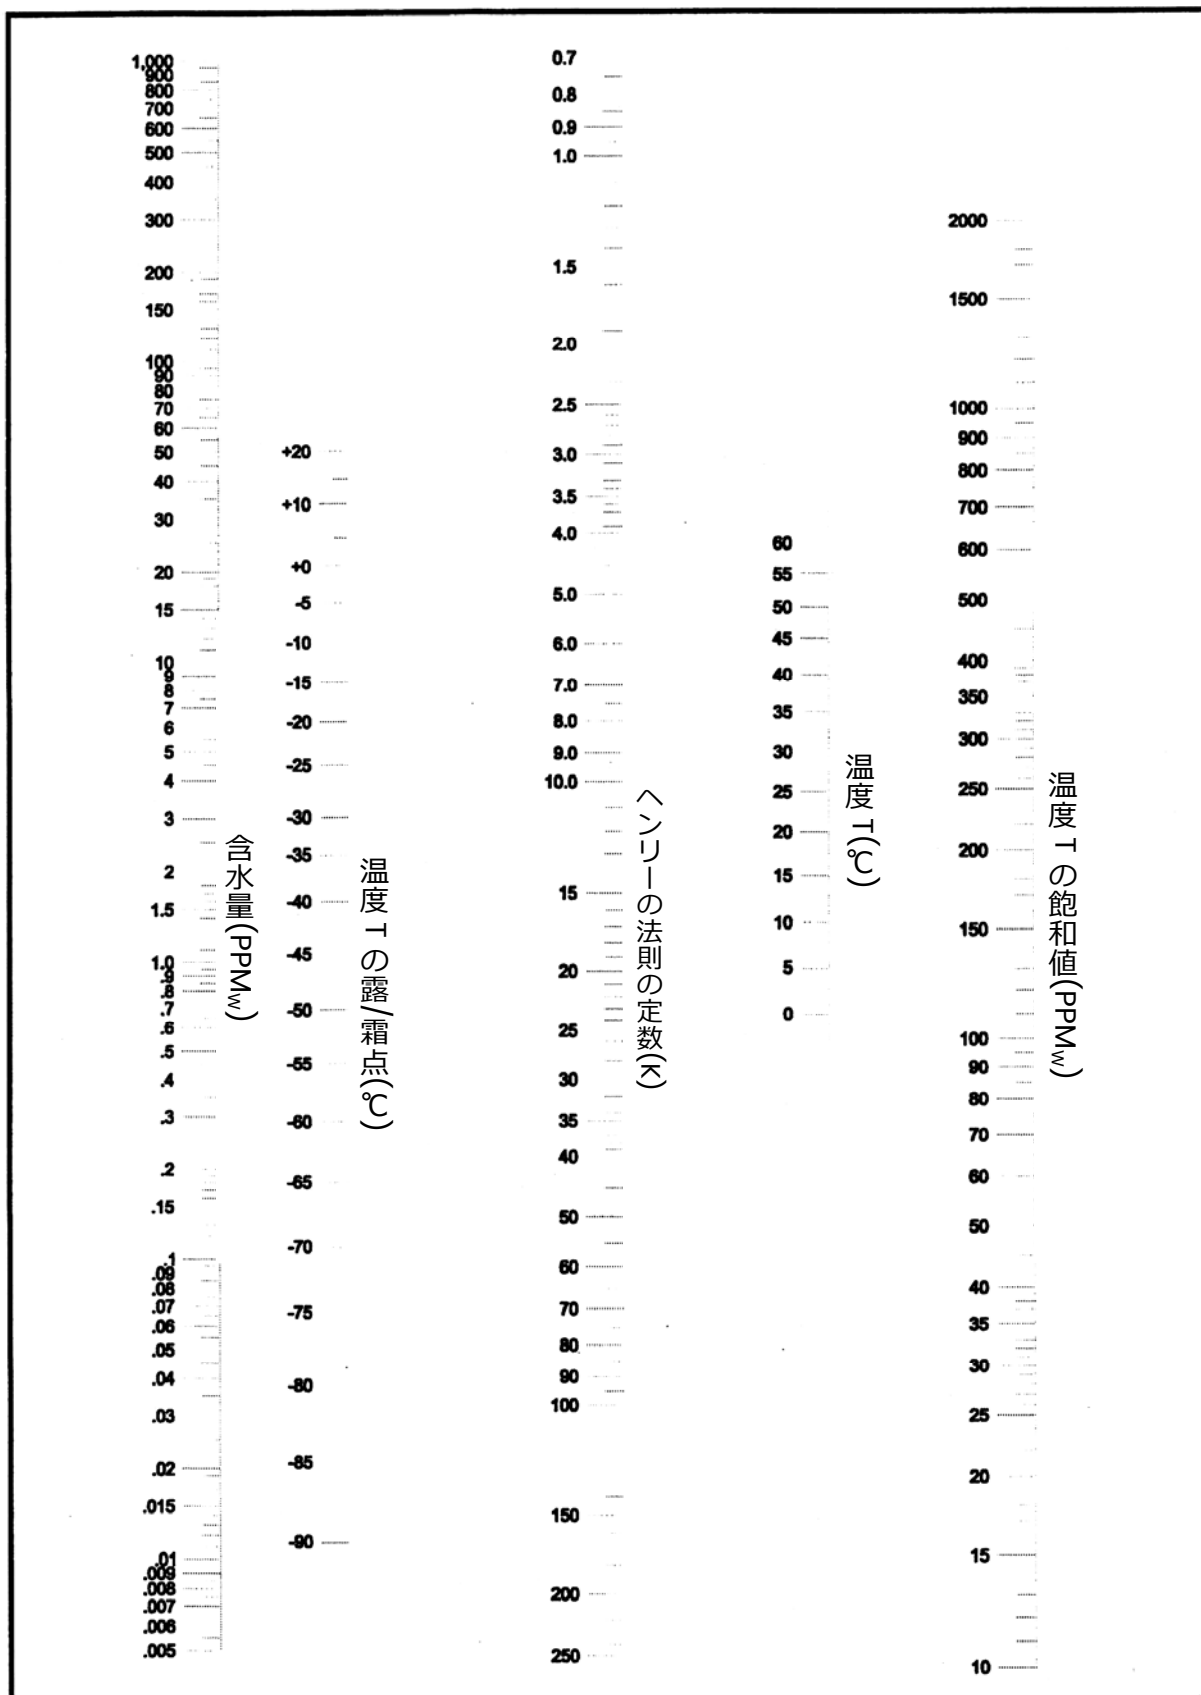

図 A-2：液体の含水量の計算図表
以下の値が分かっていれば、A-32 ページの図 A-2 にある液体の計算図表を使用して、有機液体の含水量を求めることができます。
K 及び C_s の値が分からない場合は、当社の水分計を使用して、これらの値を求めることができます。実際、A-32 ページの図 A-2 の計算図表から PPM_w を求めるには、この値のうち 1 つしか必要ありません。このような分析を実行するには、以下のように進めて下さい。
前述したように、飽和した直鎖系炭化水素は特殊なケースで、ヘンリーの法則の定数が温度とともにそれほど変化しません。このような場合、A-32 ページの図 A-2 にある液体の計算図表を使用して分析を完成して下さい。
- b. A-32 ページの図 A-2 で直定規を使用し、870PPM_w の飽和濃度を 30℃の周囲温度と結ぶと、中心のスケールで 27.4 というヘンリーの法則の定数が読み取れます。
- b. A-32 ページの図 A-2 で直定規を使用し、480PPM_w の飽和濃度を 50℃の周囲温度と結ぶと、中心のスケールで 5.2 というヘンリーの法則の定数が読み取れます。
- b. A-32 ページの図 A-2 で直定規を使用し、 101PPM_w の飽和濃度を 20°C の周囲温度と結ぶと、中心のスケールで 5.75 というヘンリーの法則の定数が読み取れます。
- d. A-32 ページの図 A-2 の計算図表で直定規を使用し、分かっている 10PPM_w の含水量を -10°C の露点測定値と結ぶと、中心のスケールで 5.1 という K の値が読み取れます。